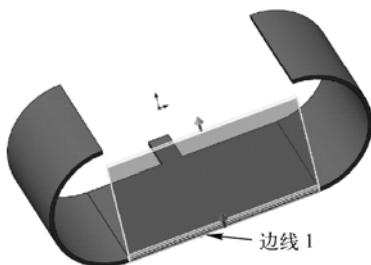

图 10-16 添加边线法兰
(1) 单击“钣金”工具栏中的（边线法兰）按钮，或选择“插入”→“钣金”→“边线法兰”菜单命令。弹出“边线法兰”属性管理器，单击鼠标选择钣金零件的一条边，在属性管理器的选择边线栏中将显示所选择边线，如图 10-16 所示。